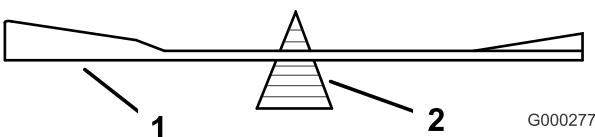

Figure 61
2. Vérifiez l'équilibre de la lame en la plaçant sur un équilibrage (Figure 61). Si la lame reste horizontale, elle est équilibrée et peut être utilisée. Si la lame est déséquilibrée, limez un peu l'extrémité de la partie